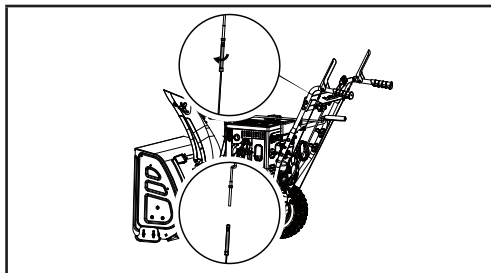

Figure 35
4. Dévissez le boulon de la fil de commande de la tarière (figure 35).